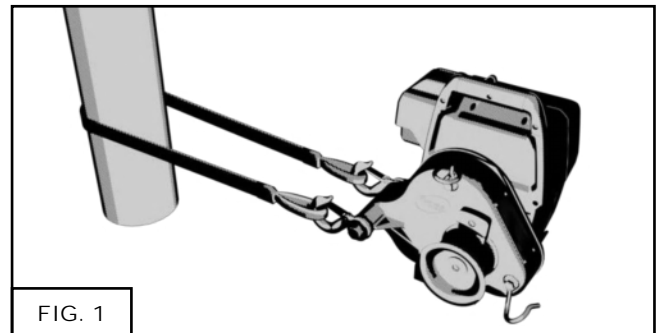

FIG. 1
Sebbene a volte possa essere sufficiente anche un semplice nodo, si raccomanda di utilizzare una gassa d'amante (fig. 1).
Il verricello è fornito con un'imbracatura in poliестere di 2 metri. Per ancorare il verricello, avvolgerlo attorno al punto di ancoraggio con l'imbracatura. Inserire ciascuna estremità dell'imbracatura in uno dei due ganci situati sulla parte posteriore del verricello (fig. 1).
- 1) Fig. 1, n. 1: Utilizzare un nodo gassa d'amante per unire due funi insieme.
- 2) Fig. 1, n. 2: Lasciare circa 1 m (3') di fune in eccesso dal nodo della fune che traina il carico. Questa lunghezza della fune sarà utilizzata per trainare una volta sciolto il nodo.